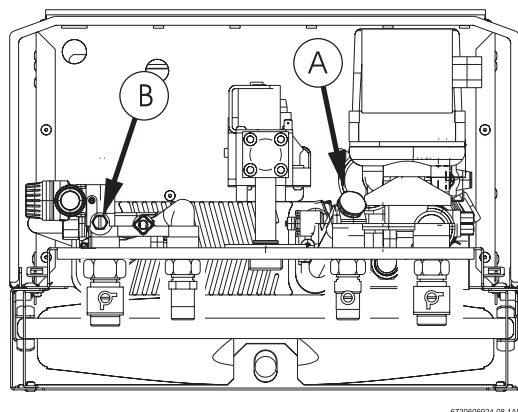

Fig. 36
- ▶ Desapertar o tampão (Fig. 36, Pos. A).
- ▶ Desaparafusar o parafuso de purga (Fig. 36, Pos. B).